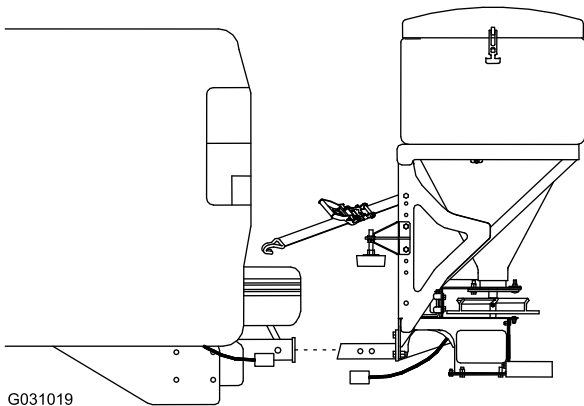

Figura17
2. Glisați cârligul dispozitivului de împrăștiere în cârligul de prindere al vehiculului dumneavoastră și aliniați al doilea orificiu de pe cârligul dispozitivului de împrăștiere cu orificiul din cârligul vehiculului dumneavoastră (Figura17).